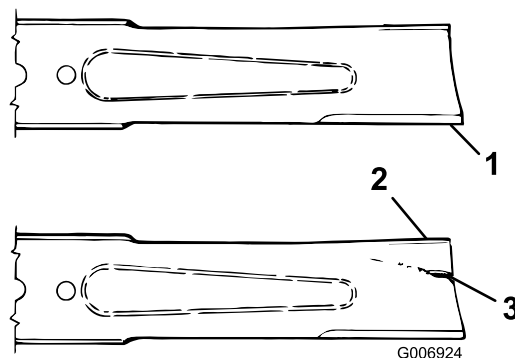

Figura 84
2. Verificate accuratamente i taglienti, con particolare attenzione ai punti d'incontro delle sezioni piatta e curva della lama (Figura 84). Sabbia e materiali abrasivi possono consumare il metallo che connette le sezioni piatta e curva della lama, per cui si consiglia di controllare la lama prima di usare la macchina. Se notate che la lama è consumata (Figura 84), sostituirla; consultate il paragrafo Rimozione della lama.
Se continuate ad usare la lama usurata, si forma una scanalatura tra la costa e la sezione piatta della lama (Figura 84). Alla fine, un pezzo di lama può staccarsi e venire lanciato dal sottoscocca, con il rischio di ferire gravemente voi o gli astanti.